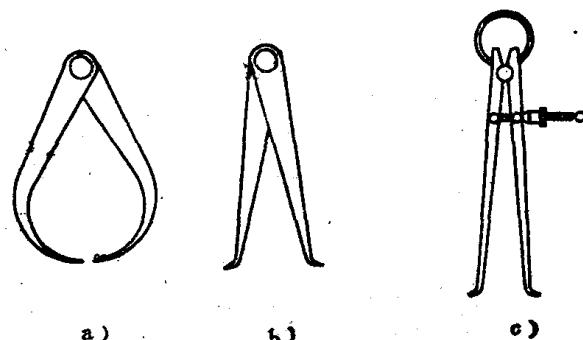

图1-15 卡钳
4. 卡钳 卡钳分为外卡钳和内卡钳，如图1-15所示。外卡钳用来测量工件的外径尺寸，内卡钳主要用于测量工件的内径尺寸。由于卡钳本身不带刻度，不能直接读出数值，因此，使用时应与钢直尺或千分尺配合使用。